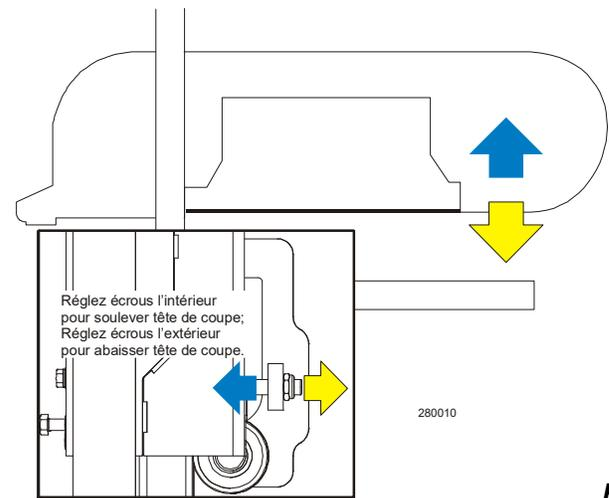

FIG. 7-2
5. Utilisez les écrous d'ajustement horizontal pour relever l'extérieur de la tête de coupe, serrez les deux écrous d'ajustement. **Voir Fig. 7-2.**